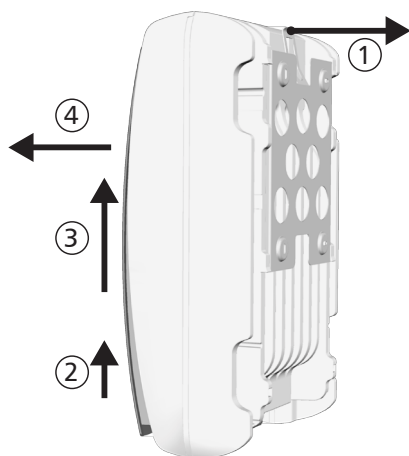

Abbildung 32
1. Sicherungsblech der Montageplatte mit einer Hand ca. 5 mm in Richtung Montagefläche drücken (1) (Abbildung 32).
2. Wechselrichter mit der anderen Hand nur soweit anheben, dass das Sicherungsblech nicht mehr einrasten kann (2) Sicherungsblech loslassen.
3. Wechselrichter mit beiden Händen anheben, bis die Haken an der Rückseite des Wechselrichters frei sind (3).
4. Wechselrichter von der Montagefläche entfernen (4).